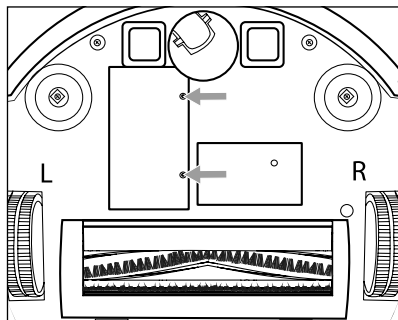

Fig. 16
- 1) Dévissez les deux vis du couvercle du compartiment à batterie **25** (voir fig. 16) sous l'appareil à l'aide d'un tournevis cruciforme et retirez-le de l'appareil. Retirez le couvercle du compartiment à batterie **25** de l'appareil.